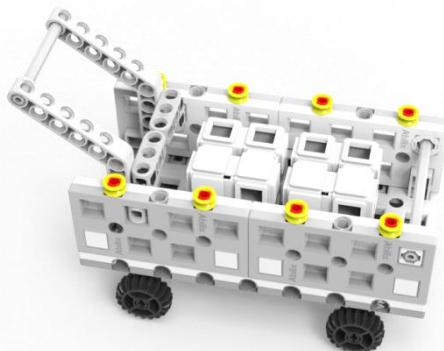

图 11 港口运输完成状态三
3.4.4 货物运输到运输车上后机器人需把装载货物的小车带回基地为完成状态三，30 分/个；如图 11 所示。